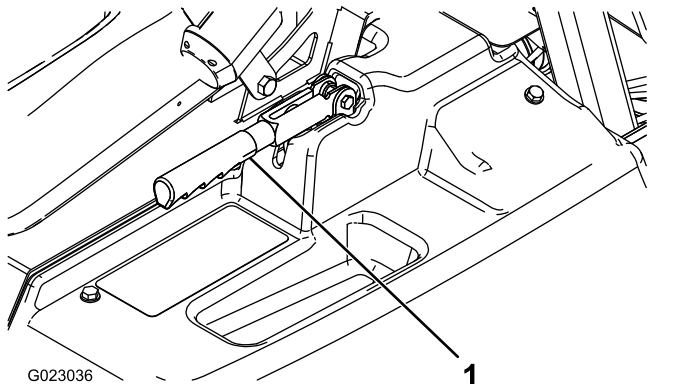

Bild 48
2. Lösen Sie die Stellschraube, mit der das Handrad am Feststellbremshebel befestigt ist (Bild 48).